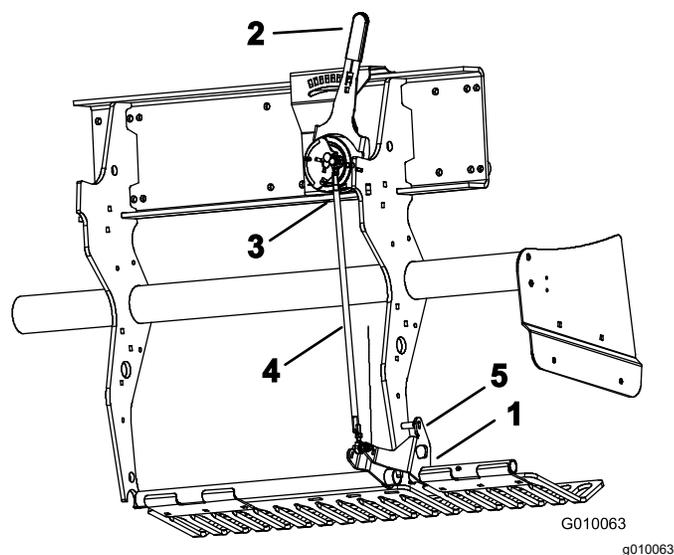

Figure 60
2. Tournez le support de fixation du protège-gazon gauche vers le haut (Figure 60) jusqu'à ce qu'il soit possible d'introduire une goupille de sécurité, comme un foret ou un boulon de 8 mm, entre le support et le tube de réglage de profondeur qui est soudé au cadre.
3. Placez le levier de réglage de profondeur d'aération (Figure 60) à la position « H » (profondeur maximale).
4. Débranchez le contacteur à bille extérieur (Figure 60) du faisceau de câblage (commutateur d'abaissement de tête).
5. Desserrez les écrous de blocage (gauche et droit) sur la biellette de réglage de profondeur (Figure 60).